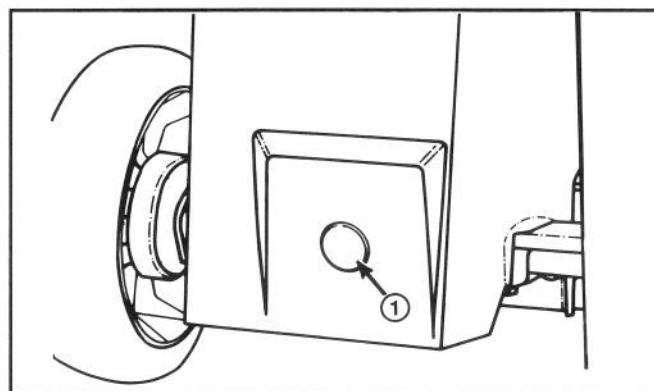

Abbildung 27
3. Den Mäher auf die höchste Schnitthöhe einstellen (E).
4. **DEN GETRIEBEÖLSTAND PRÜFEN**—Den Plastikstopfen aus der Öffnung auf der Rückseite des Mähers ziehen (Abb. 27).